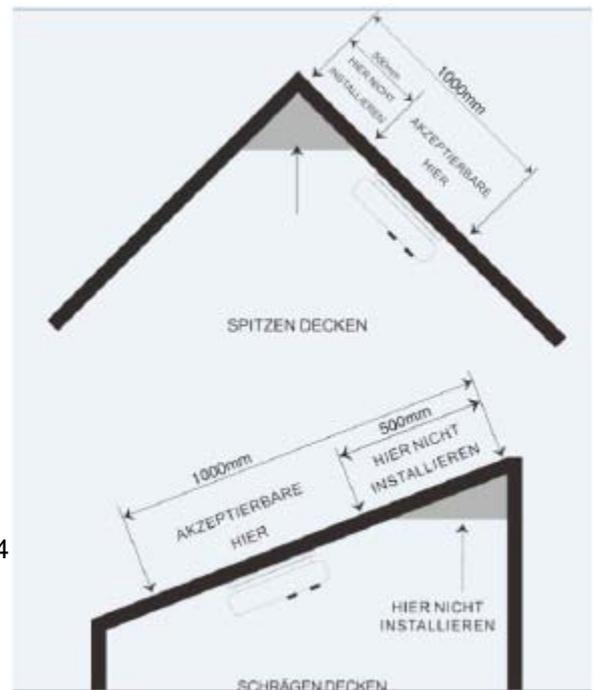

Bild 4
- Installieren Sie den Rauchwarnmelder bei runden, spitzen oder spitz verlaufenden Decken zwischen 50 cm und 100 cm unterhalb der Deckenspitze (siehe Bild 4, oben). An schrägen Decken, bei denen der Höhenunterschied auf einer Länge vom 6 m mehr als 1 beträgt, montieren Sie den Melder auf der unteren Deckenhälfte des Raumes (siehe Bild 4, unten).